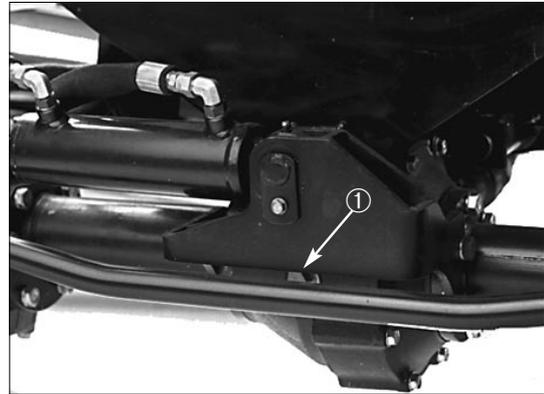

Bild 7
1. Verschlusschrauben (2)
3. Entfernen Sie die Verschlusschraube aus der Mitte der Achse und prüfen den Ölstand. Bei niedrigem Ölstand füllen Sie genug Öl nach, um den Füllstand bis zur Unterseite des Lochs anzuheben (Bild 7).